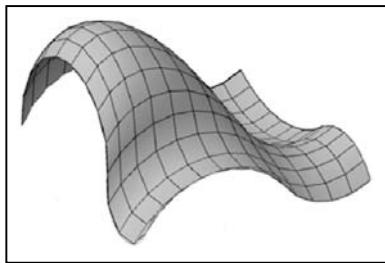

Рис. 3.10. Сеть, определенная кромкой
**Сеть, определенная кромкой.** Команда «П-КРОМКА» выполняет построение сети, приближающей участок поверхности Кунса по четырем смыкающимся кромкам (рис. 3.10). Поверхность Кунса — это бикубическая поверхность, натянутая на четыре смыкающиеся кромки (пространственные кривые).